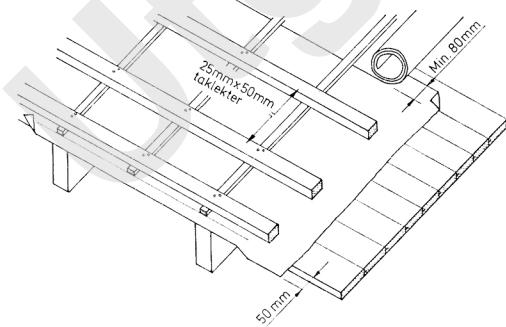

Fig. 21
- 21 På undertak monteres takskifer alltid på et system av dobbelte lekter. Derved får tekkingen en viss ventilering, og vann som kan trenge inn under tekkingen, vil fritt kunne renne nedover undertaket til takfoten og ut, fig. 21. Der det brukes undertak av spesialduk o. l. brukes også dobbelt sett taklektene. Duken festes til sperrene med lekter, og herover kommer taklektene eller åser.
.3 Strø kan være 13 mm eller tykkere, og legges fortrinnsvis over hver sperre. Mellom sperrene legges 1 eller 2 strø, alt etter sperreavstanden, se fig. 21. For 25 mm × 50 mm taklektene skal avstanden mellom strøene ikke overstige 450 mm.